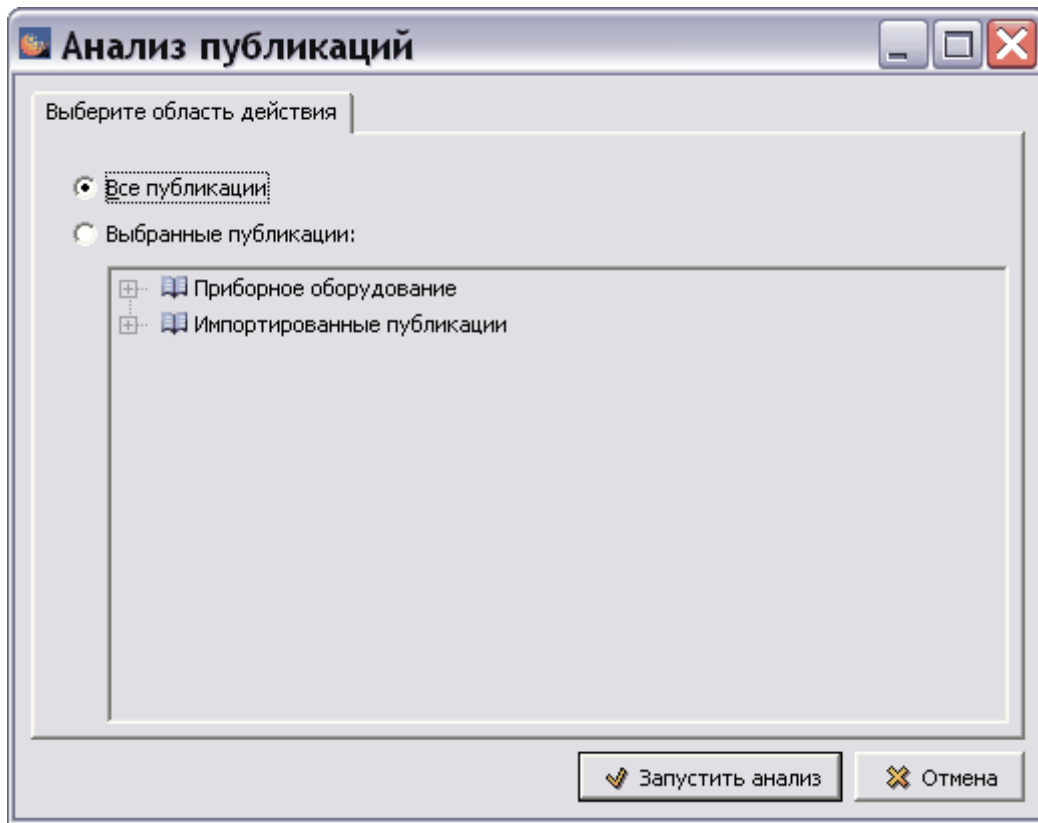

Рис. 21.104
2. Нажмите на кнопку **Выбрать анализ**. После этого появится окно **Анализ публикаций** (Рис. 21.104).